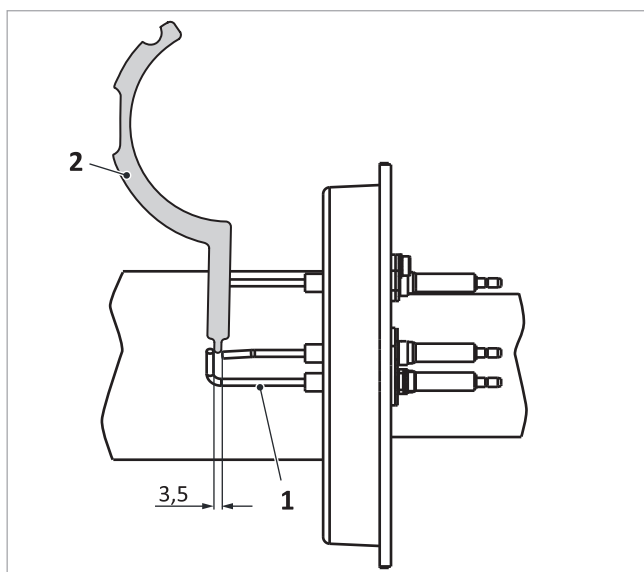

Fig. 136 : écart entre l'électrode et la masse sur l'électrode d'allumage
- Entre les électrodes → Fig. 136 (1) : 3,5 mm